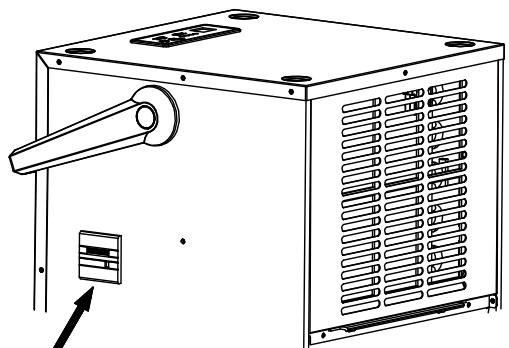

Fig. 5
► БРОЯЧ НА ЧАСОВЕТЕ НА РАБОТА (FIG. 5)